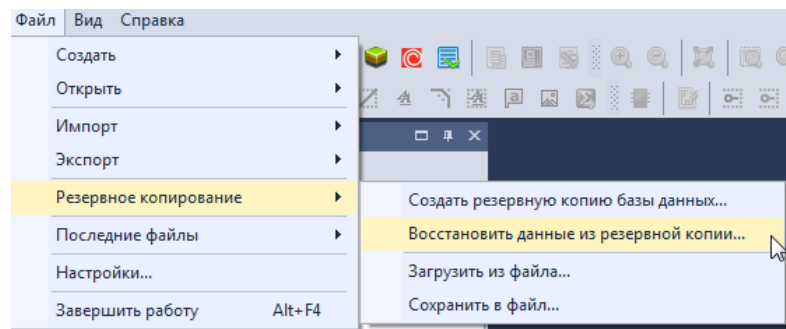

Рис. 77 Вызов функции восстановления базы данных из резервной копии
1. В главном меню выберите раздел «Файл» -> «Резервное копирование» -> «Восстановить данные из резервной копии...», см. Рис. 77.